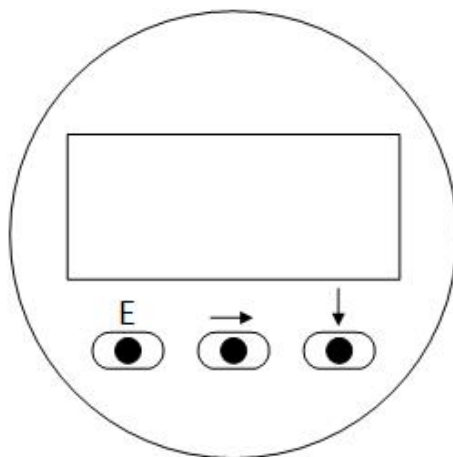

Рис.7. Кнопки клавиатуры
4.2.1. Изменение настроек расходомера осуществляется с помощью кнопок на передней панели (рис.7).